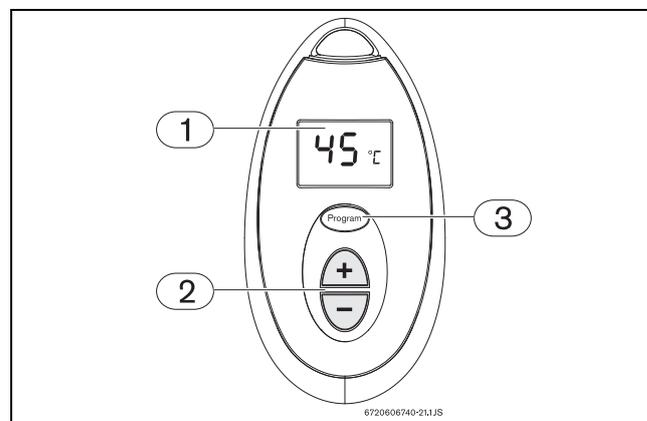

Fig. 31 Mémorisation de la température de l'eau
- Appuyez sur les touches  ou  dans la télécommande (Fig. 31, pos. 2), jusqu'à ce que la température apparaisse dans l'écran de la télécommande (Fig. 31, pos. 1).
- Vous pouvez maintenant mémoriser cette température en appuyant sur la touche de programme dans la télécommande (Fig. 31, pos. 3) pendant 3 secondes.